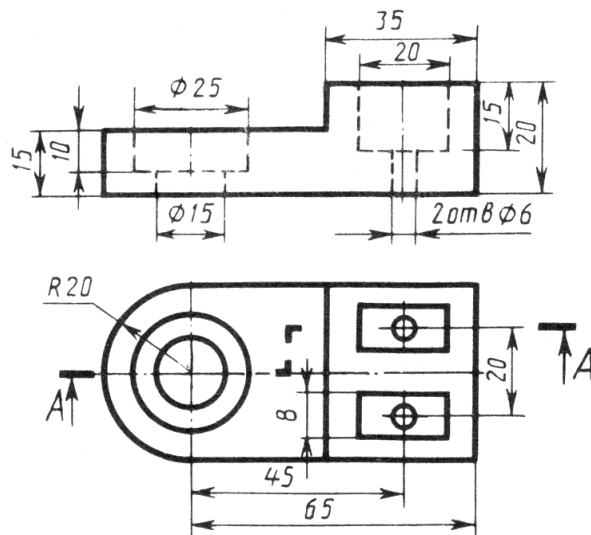

Рис. 3. Упор.
1. По рис. 3 построить два изображения детали, построив указанный ступенчатый разрез на месте соответствующего изображения.